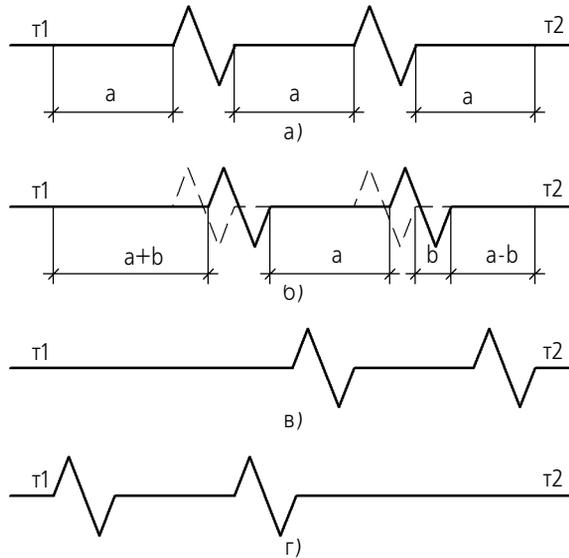

Рис. 28.55. Смещение изломов
- ▼ Если расстояние b равно нулю (и, следовательно, смещение c равно нулю), изломы находятся на равном расстоянии друг от друга и от концов линии (рис. 28.55, а).
- ▼ $c > 0$ — изломы смещаются в направлении конечной точки **t2** (рис. 28.55, б),
- ▼ Если расстояние b равно промежутку между изломами, то есть смещение равно 100% или -100%, граница излома совпадает с конечной (рис. 28.55, в) или начальной (рис. 28.55, г) точкой.